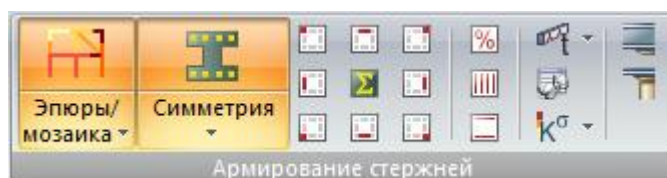

Рис. 120. Панель **Армирование стержней**
- **Армирование стержней** (рис.120) – отображения результатов армирования в стержневых элементах одним из выбранных способов, а также конструирование балки и колонны.
Панель **Армирование стержней** (рис.120) содержит следующие команды: